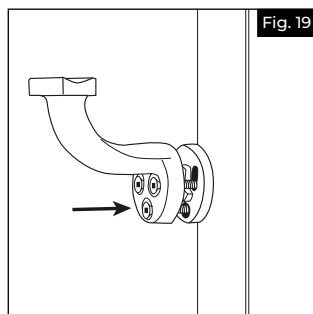

Fig. 19
- b. Una vez en el lugar, fijar el soporte en el poste pasando el tornillo a través de los orificios del soporte y las ranuras en el bloque (Fig. 19).